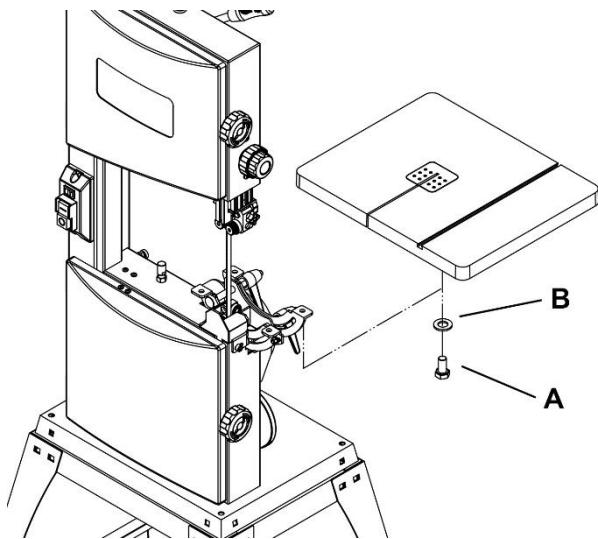

Рисунок 3
После прикрепления стендса установите на станок стол с помощью болтов M6X10 (A) и плоских шайб 6 мм (B) (Рис. 3).